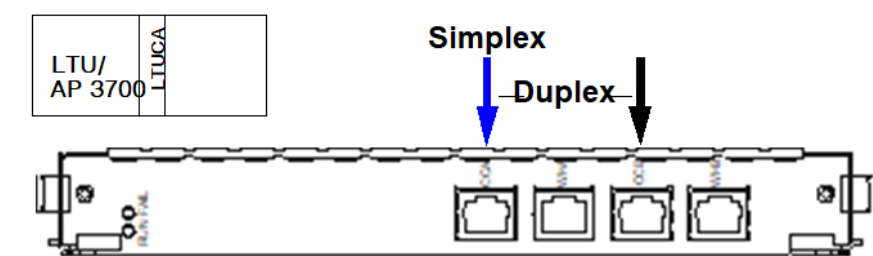

Figura 215: Módulo LTUCA em LTU/bastidor AP 3700 (CCA/CCB)
- 1) A Tabela 19: Ligações de cabo de sinal para CSPCI/RTM na página 249 apresenta uma vista geral sobre as ligações entre os acessos LTUCA das caixas de ampliação LTU/AP3700 (ver Figura 215: Módulo LTUCA em LTU/bastidor AP 3700 \(CCA/CCB\) na página 250) e os acessos da placa posterior CSPCI no módulo RTM (ver Figura 216: Placa posterior CSPCI \(módulo RTM\) Exemplo Simplex na página 250). São utilizados os seguintes comprimentos standard de cabos, a depender da variante de montagem: